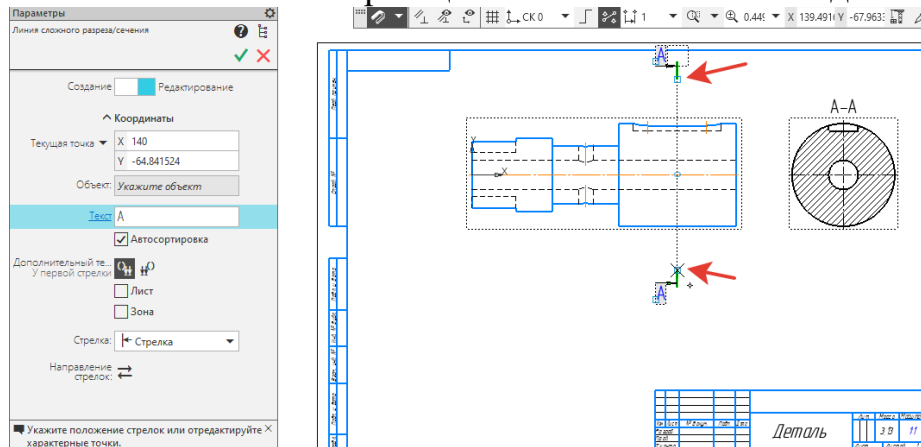

Рисунок 105.
19. Выполняем разрез А-А на цилиндрической части диаметром 70 (рисунок 105). Крепим фантом сечения по линии проекционной связи на месте вида слева.